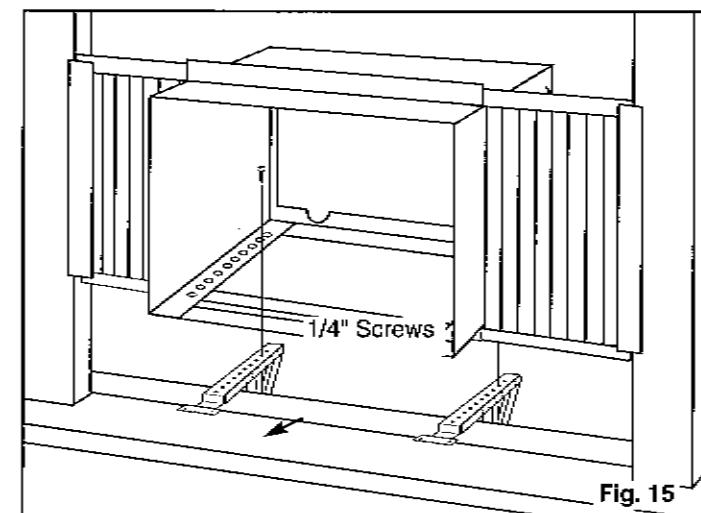

Fig. 15
B. Alignez un trou au bas du caisson avec un trou de l'ensemble support. Fixez le caisson au support avec une vis de 1 po, fournie. Répétez sur le côté opposé du caisson. Fig. 15.
B. Align one hole in the bottom of the cabinet with one hole in the bracket assembly. Secure the cabinet to the bracket using a 1/4" screw provided. Repeat the same procedure on the opposite side of the cabinet. Fig. 15